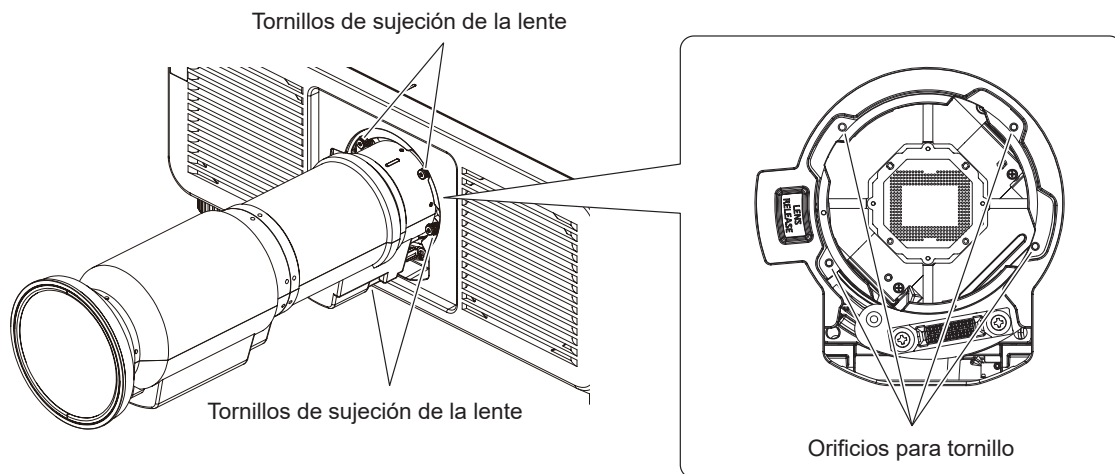

Figura 4
4) Asegure la lente de proyección con los tornillos de fijación de la lente. (Figura. 4)